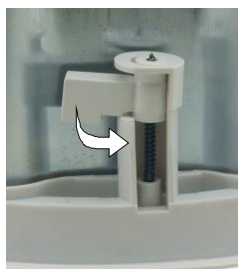

Рис. 6. Затяжка крепежных петель
8. Затяните винты крепежных петель, поворачивая их против часовой стрелки (**см. рисунок 6**).